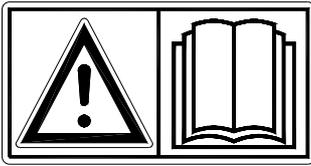

Fig. 1
**Lisez et comprenez** (Fig. 1) le mode d'emploi avant de commencer à utiliser le Verti-Drain®. Si la machine n'est pas utilisée de la manière décrite dans le mode d'emploi, il existe un risque de blessures et/ou le Verti-Drain® peut être endommagé.
- (1) Le Verti-Drain® est uniquement conçu pour les pelouses ou les terrains où de l'herbe est susceptible de pousser.